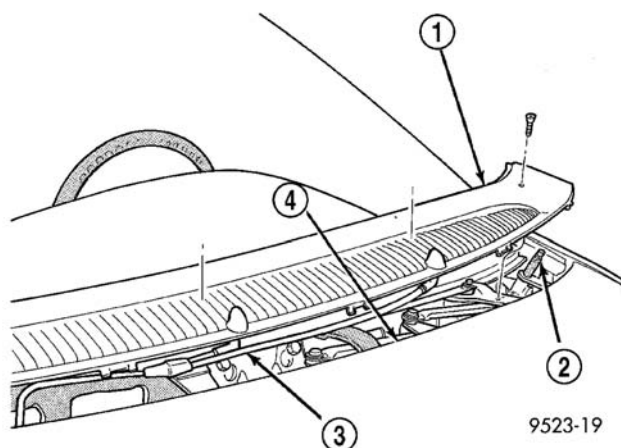

图6 车颈盖
(1) 拆卸刮水器臂。(参见 8-电器系统/刮水器/洗涤剂/刮水器臂-拆卸)。
(2) 卸下将车颈盖紧固至刮水器模块的四个(4)螺钉(图6)。
(3) 从车身上脱开车颈格栅外端的四分之一转扣件。
(4) 松开发动机罩锁门并打开发动机罩。